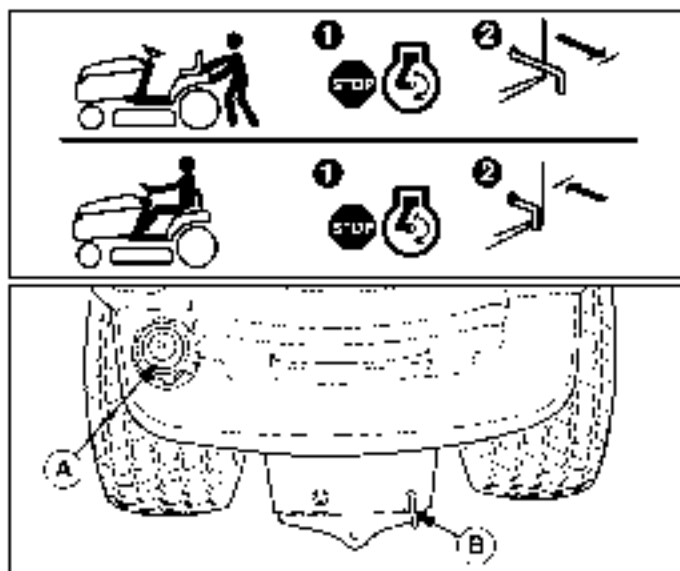

Figura 5. Palanca de liberación de la transmisión y llave de combustible
1. Retire la tapa para el combustible (A, Figura 5).
2. Tire del lanzamiento de la transmisión (B, Figura 5) cuadro parte posteriora aproximadamente 0,4 cm a la cerradura en la posición lanzada